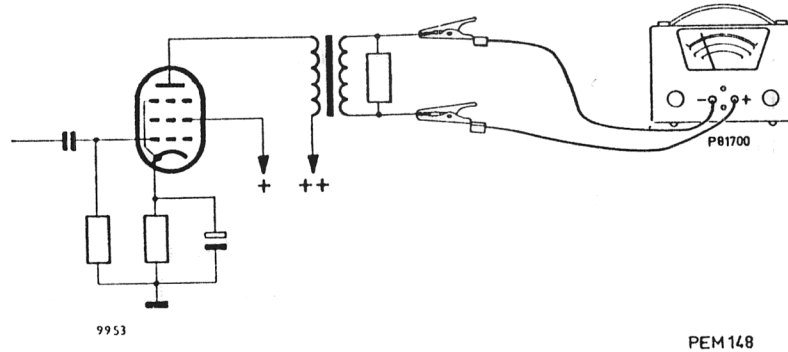

Fig. 11. Raccordement du voltmètre de tension alternative à un récepteur à basse impédance de sortie
1. Suivant le montage du récepteur, le voltmètre de tension alternative est connecté suivant l'une des manières représentées aux figs. 11 ou 12.
Connexion selon la fig. 11